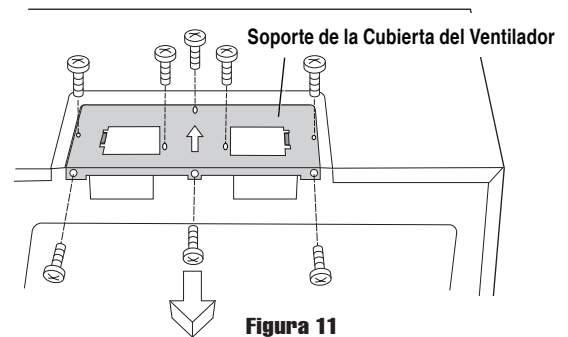

Figura 11
1. Retire y guarde 3 tornillos del borde posterior y 5 tornillos de la parte superior del soporte de la cubierta del ventilador para utilizarlos en el Paso 5. Retire el soporte de la cubierta del ventilador deslizando en la dirección opuesta a la flecha en el soporte de la cubierta del ventilador, según se muestra en la Figura 11.